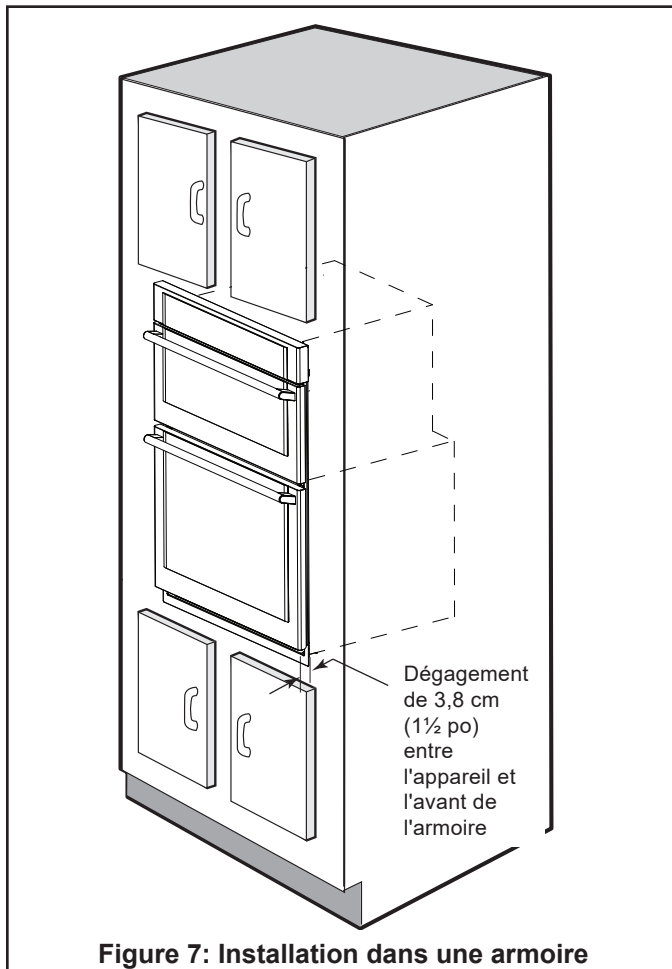

Figure 7: Installation dans une armoire
3. Installez le four dans l'ouverture de l'armoire. Faites glisser le four vers l'intérieur en laissant un dégagement de 3,8 cm (1½ po) entre le four et l'avant de l'armoire (figure 7).